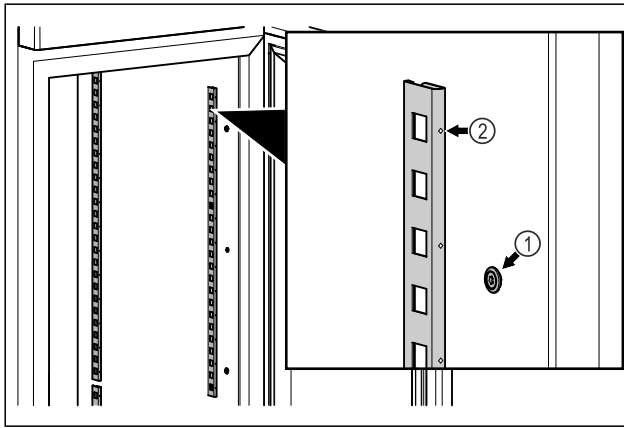

Fig. 54 Representación a modo de ejemplo
- ▶ Enganchar las tiras de retención en la suspensión Fig. 54 (1). La marca Fig. 54 (2) debe apuntar hacia delante.